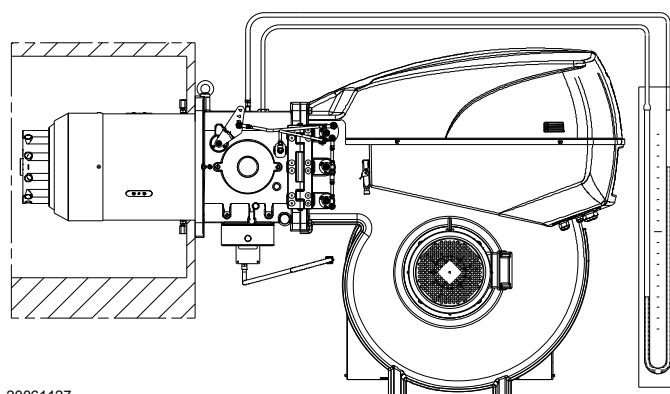

Abb. 26
- Montieren Sie ein U-Rohr-Manometer oder einen Differenzdruckmesser (Abb. 26), mit Entnahmestelle (+) am Gasdruck der Muffe und (-) in der Brennkammer. Damit soll annäherungsweise die Höchstleistung des Brenners ermittelt werden.
Das U-Rohr-Manometer (Abb. 26) zeigt den Gaseintritt an der Muffe an.